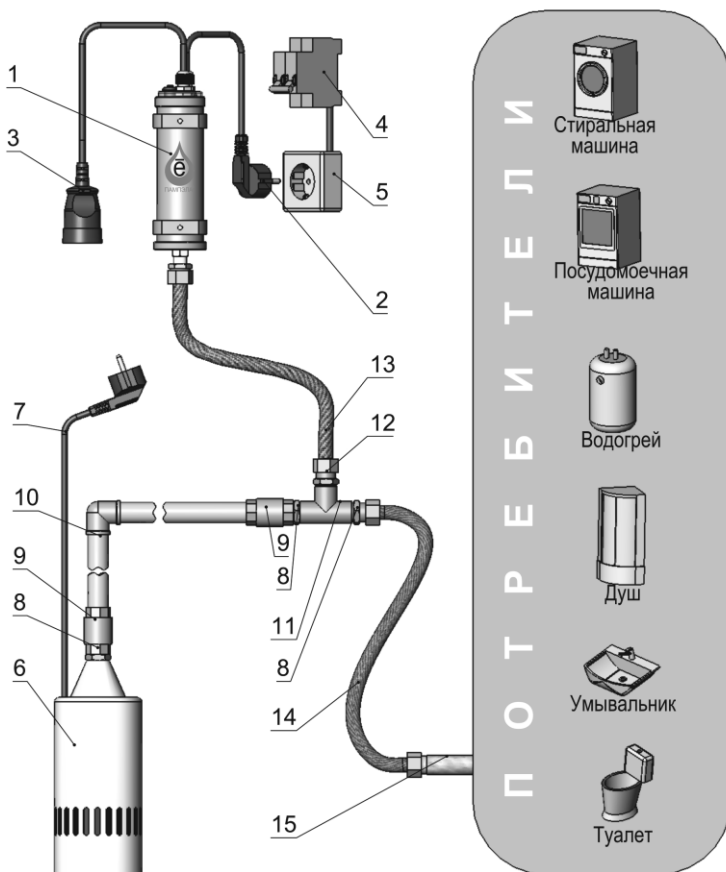

Рис.3
3.6 Схема подключения СУ КИВ-1А3 с погружным (скважинным) центробежным насосом приведена на Рис. 3.